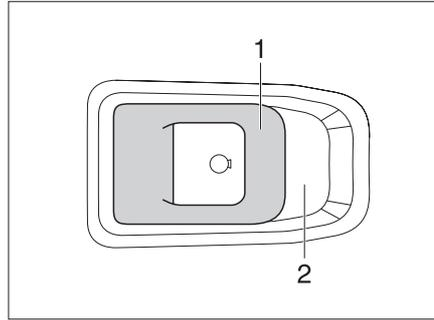

Fig. 50 Serratura della porta di ingresso, lato interno
*Apertura:* ■ Tirare la maniglia (Fig. 50,1).
*Bloccaggio:* ■ Spingere la maniglia (Fig. 50,1) nell'impugnatura (Fig. 50,2).